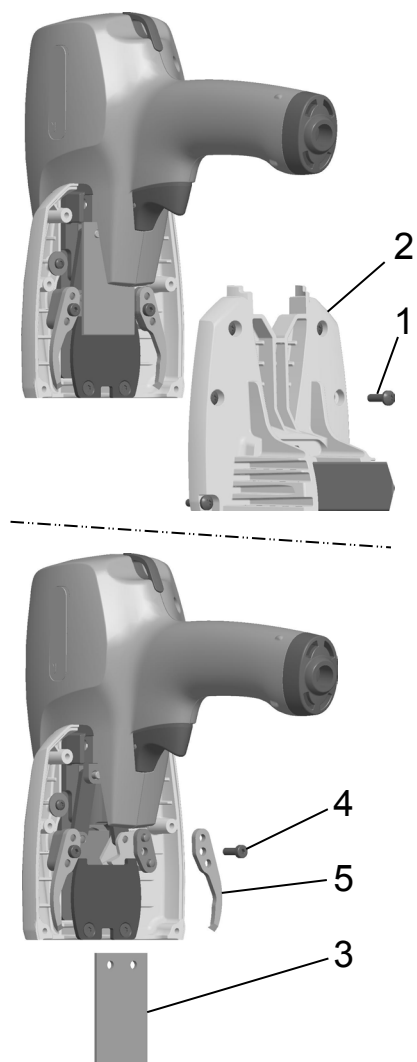

Fig. 11
- Enlever les six vis (Fig. 11/1) à l'arrière du boîtier.